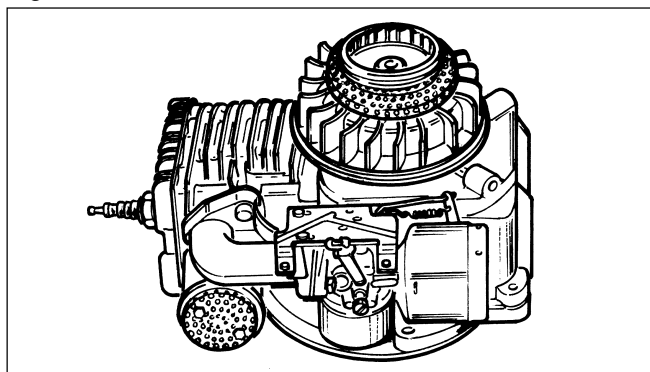

Fig. 2
- Retirer le convoyeur avec le démarreur (Fig. 2).